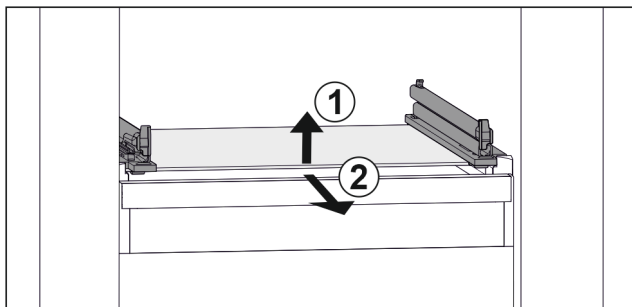

Fig. 42 Приблизне відображення скляної пластини
- ▶ Підняти скляну пластину спереду. Fig. 42 (1)
- ▶ Вийняти скляну пластину рухом вперед. Fig. 42 (2)